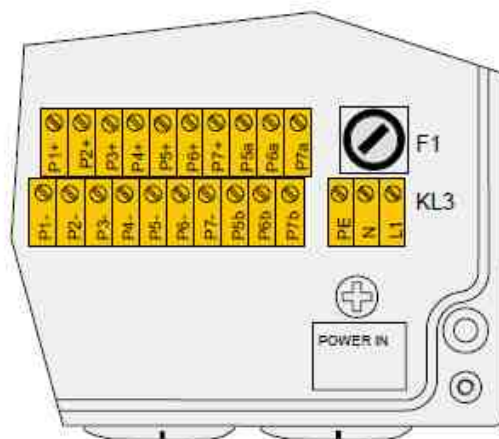

Рис. 5.4. Клеммы для подключения выходов и электропитания
- Подключить выводы кабеля к клеммам на клеммной колодке KL3 (см. рис. 5.4), как показано в табл.5.1.
- Подключить выводы к клеммам на клеммной колодке KL4 (ПИР RF 7407) (см. рис. 5.4), как показано в конце диалога для конфигурации выходов.